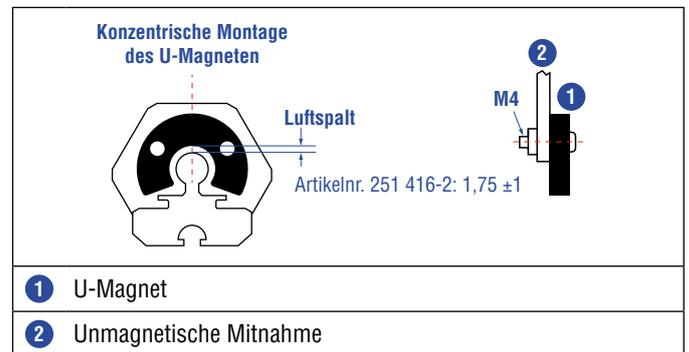
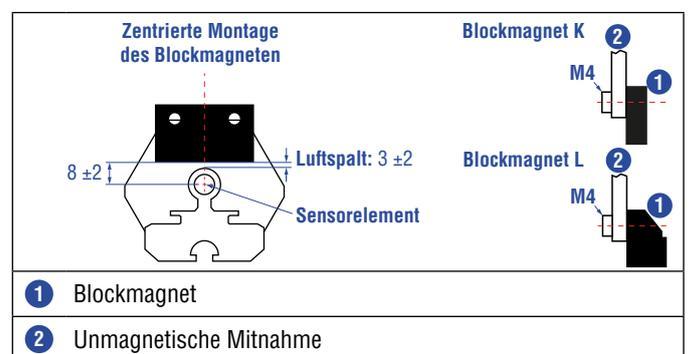

Abb. 46: Montage U-Magnet (Artikelnr. 251 416-2)
Abb. 47: Montage Blockmagnet K (Artikelnr. 251 298-2) und Blockmagnet L (Artikelnr. 403 448)
- Montieren Sie Blockmagnete zentriert über dem Messstab oder dem Sensorprofil. Maximal zulässigen Luftspalt nicht überschreiten (Abb. 46/Abb. 47).